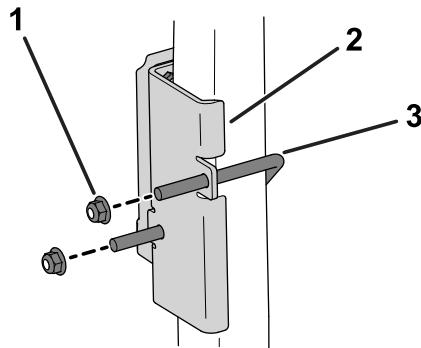

Figura 6
- Utilice un perno en U y 2 tuercas con arandela prensada (3/8") para sujetar el soporte del dispositivo encima del tubo del manual de la barra antivuelco (Figura 6).